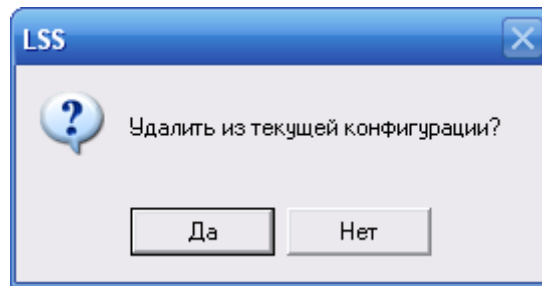

Рис. 4-38
3. В появившемся окне для подтверждения исключения элемента из конфигурации нажмите на кнопку **Да** (рис. 4-38).